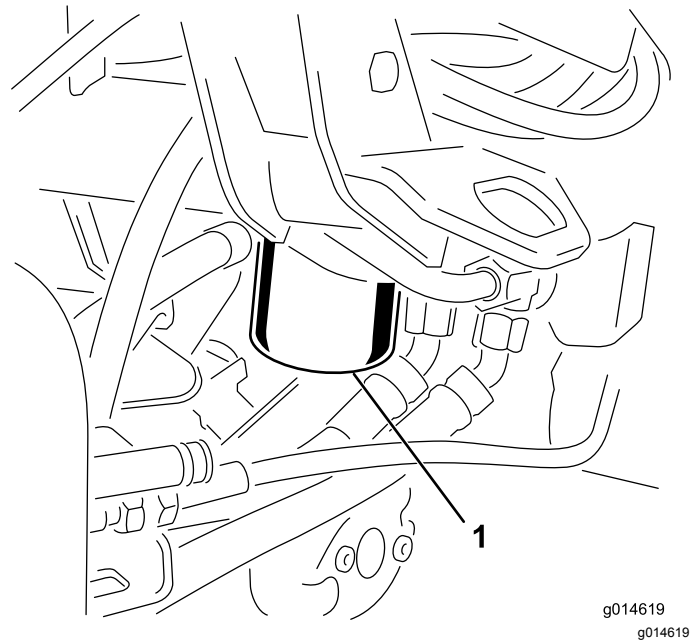

Figura 48
1. Pulite la superficie circostante il filtro (Figura 48). Collocate una bacinella di spurgo sotto il filtro e togliete il filtro.